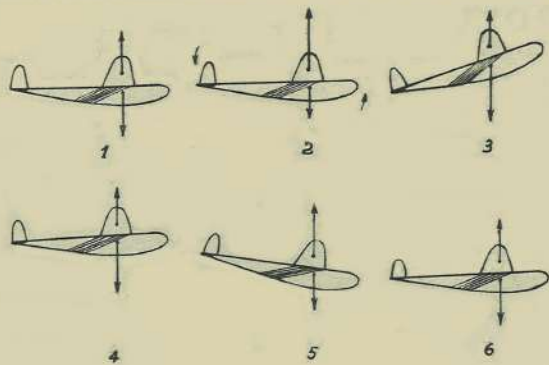

Fig. 1
tanza alcuna; in relazione a ciò, per effetto della raffica, il modello tende a salire e a sollevare il muso (assumere assetto cabrato) vedi figura 1 pos. - 2, in quanto la coda viene tenuta in basso per la resistenza che incontra la sua superficie. In un secondo tempo, quando cioè il modello ha assunto un assetto cabrato, la sua velocità tende a diminuire per effetto del suo stesso peso (fig. 1 pos. 3).